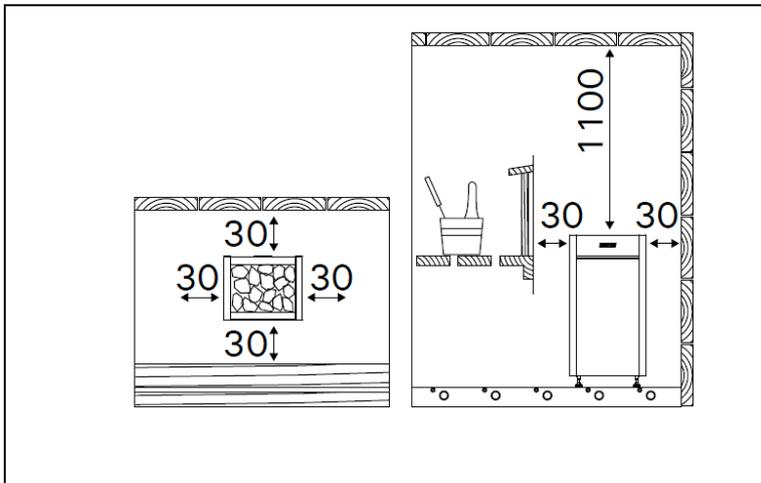

Abbildung 4. Minimum Sicherheitsmindestabstände (alle Abmessungen in Millimetern)
- Der Montageort des Ofens erfüllt die in Abb. 4 und Tabelle 2 angegebenen Sicherheitsmindestabstände.
Die Mindest-Sicherheitsabstände werden in Abbildung 4 angegeben.
Falls um den Saunaofen ein Schutzgeländer gebaut wird, muß dies unter Berücksichtigung der in Abb. 4 oder in der Montageanleitung für Schutzgeländer angegebenen Mindestsicherheitsabstände geschehen.